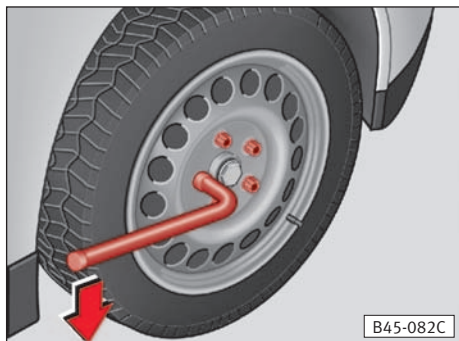

Abb.140
- Radschlüssel wie abgebildet bis zum Anschlag auf die Radschraube schieben und links herum drehen. Dabei möglichst weit am Schlüsselende anfassen ⇒ Abb.140.